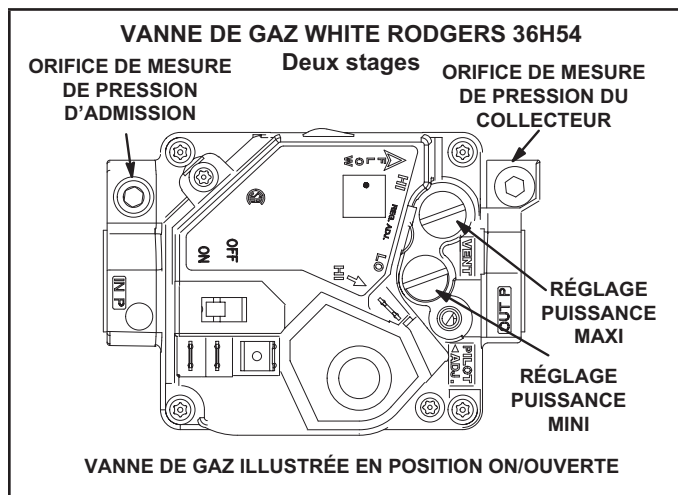

FIGURE 23
Fonctionnement de la vanne de gaz Honeywell VR8205Q / VR8305Q et White Rodgers 36H54 (FIGURE 23).
- 5 - Mettre l'interrupteur de la vanne de gaz sur **OFF/FERMÉE**. Voir FIGURE 23.
- 6 - Attendre cinq (5) minutes pour s'assurer que tout le gaz a eu le temps de se dissiper. En cas d'odeur de gaz, **ARRÊTER!** Appeler immédiatement le fournisseur de gaz depuis un voisin et se conformer à ses instructions. S'il n'y a pas d'odeur de gaz, passer au point suivant.
- 7 - Mettre l'interrupteur de la vanne de gaz sur **ON/FERMÉE**. Voir FIGURE 23.